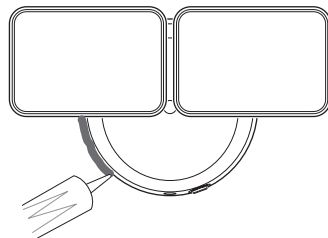

Figure 4
5. Appliquez un scellant d'étanchéité entre la plaque de montage et la surface de montage (voir la Figure 4).